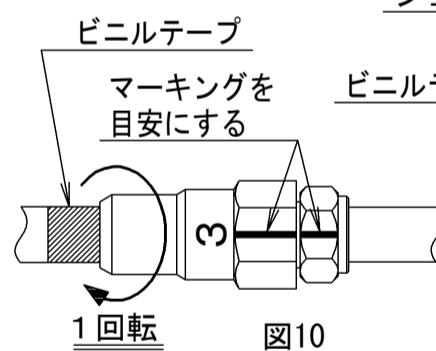

図10
- スパナでフレアレスジョイントと接続部を固定し、マーキングもしくはフレアレスジョイントに記載している数字を目安に、必ずスパナを2丁掛けで使用し、フレアレスジョイントを1回転回して締め込んでください。(図10、11参照)